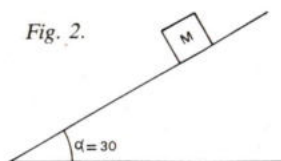

Fig. 2.
3. Op een helling met een hellingshoek α van 30° ligt een lichaam M (zie fig. 2).